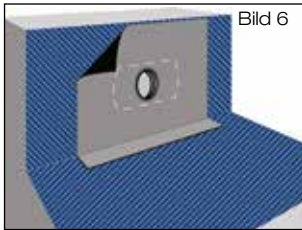

Bild 6
- 1.7 Bei bituminösen Dampfsperrbahnen sind Decke und Wand mit Bitumen-Voranstrich zu versehen (Bild 6 bzw. 6A). Hochpolymere Dampfsperrbahnen sind gemäß der Verlegevorschriften des Folienherstellers auf dem Untergrund zu fixieren.